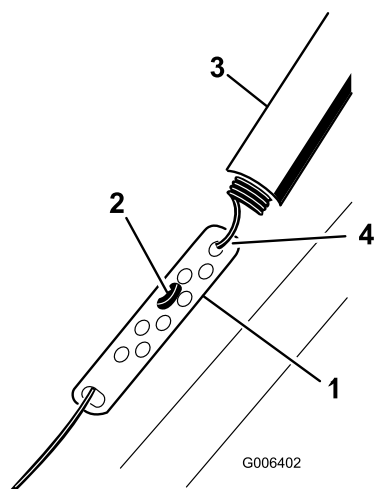

Рисунок 22
1. Сдвиньте вверх крышку пружины и отсоедините пружину от регулировочного звена (Рисунок 22).